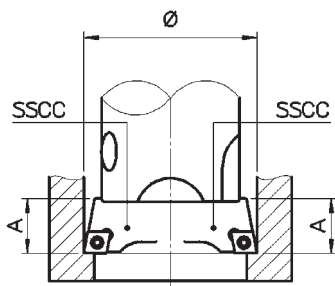

fig.1
- (fig. 1) two SSCC bit holders on the same plane and with the two cutting edges set at identical radial distance for high feed rate roughing operations.
- (Abb. 1) zwei Plattenhalter SSCC auf gleicher Höhe mit der Schneidkante der Wendeplatten auf gleichem Durchmesser einstellen. Für Schrupparbeiten mit großem Vorschub.